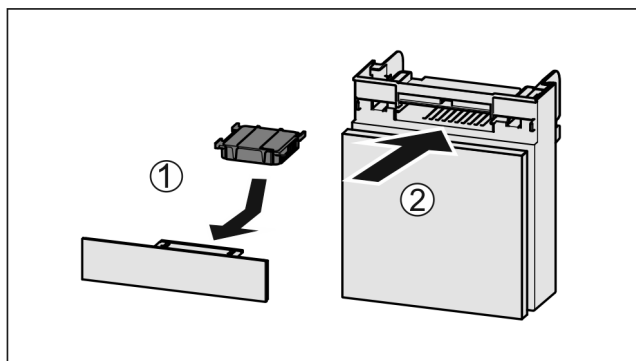

Fig. 53
- ▶ Filtr s aktivním uhlím vložte podle vyobrazení *Fig. 53 (1)*.
- ▶ Zásuvku zasuněte *Fig. 53 (2)*.